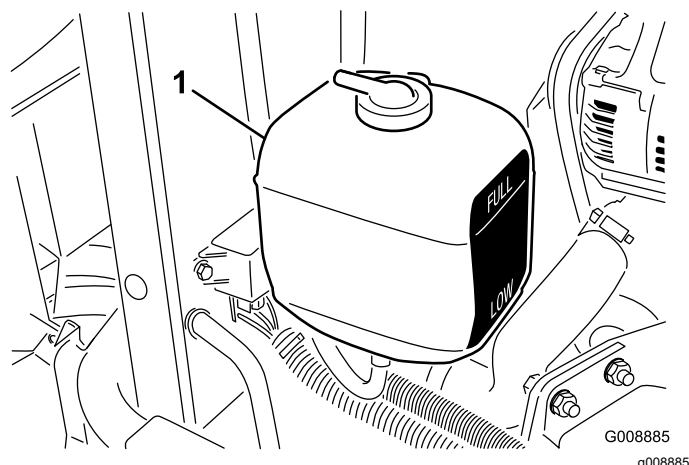

Bild 29
1. Prüfen Sie den Kühlmittelstand im Ausdehnungstank (Bild 29). Bei einem kalten Motor muss der Füllstand ungefähr auf halber Höhe zwischen den beiden Markierungen stehen.